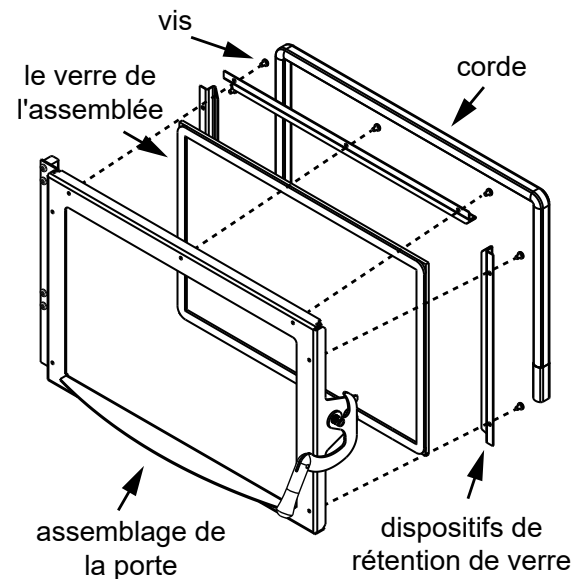

Figure 28.2
9. Ajouter de la corde dans la fente comme indiqué ci-dessous dans la **Figure 28.2**.